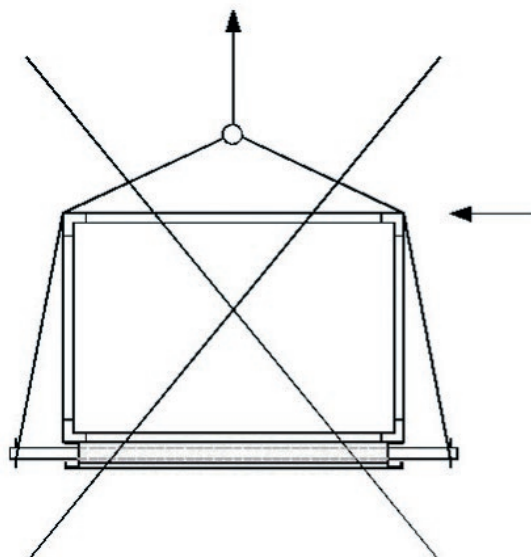

Рис. 8
- Подъем без дистанционных опор (рис. 8) запрещен, поскольку это может привести к повреждению корпуса.